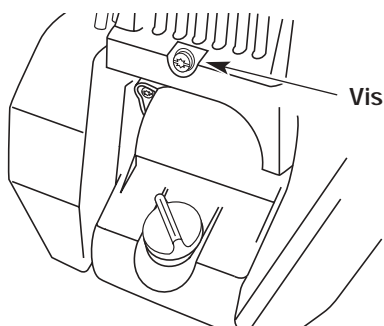

Fig. 69
3. Enlevez la vis derrière le couvercle du moteur (Fig. 69).